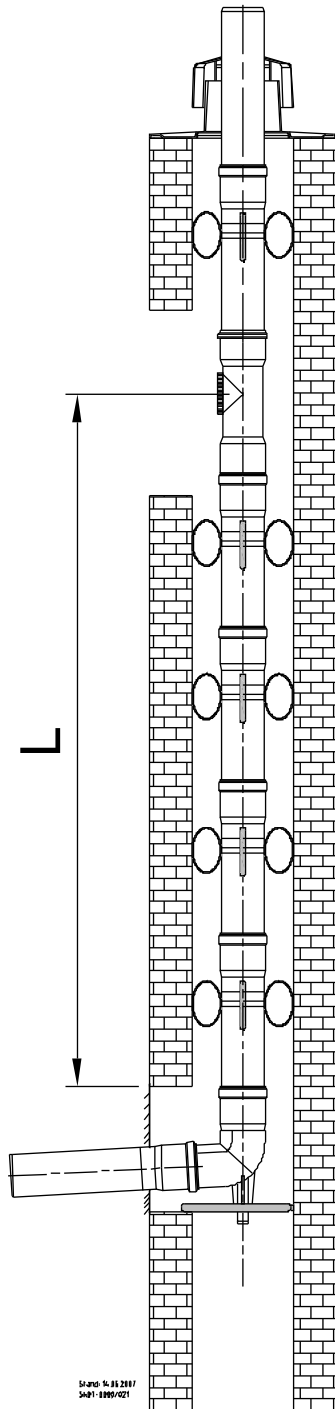

Abb. 42: Kaminsystem, starr, zur Ermittlung von Abstandsmaß L
- ➔ Ermitteln Sie das Maß L (s. Abb. 42) zwischen Stützbogen und Revisionsstück.